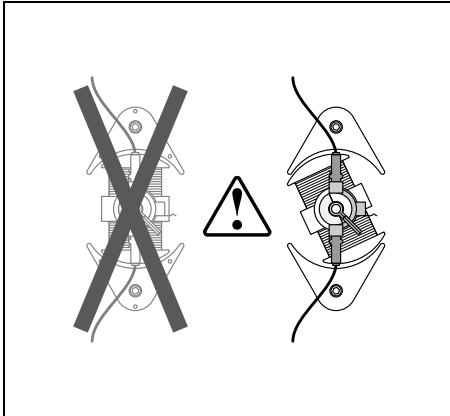

Fig. 7
- Attention! En cas de montages à moteur avec un rotor bipolaire, ne mettre les balais sous tension que lorsque le rotor est tourné de façon à ce que les carbones des balais ne pontent plus les points d'interruption du collecteur (fig. 7) et qu'il ne s'établissent pas de court-circuit.
- ¡Atención! Aplicar la tensión en las escobillas cuando se monte el motor con el rotor bipolar sólo después de que el rotor haya sido girado de tal manera que los carbones de las escobillas no puenteen (Fig. 7) más las posiciones de interrupción del conmutador y no se produzca cortocircuito.